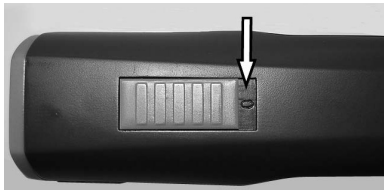

Fig. 4 Interrupteur posición DESCO. ("0")
1. Examine los contactos de la esquiladora (1) y de la batería (2) a cuerpos extraños y ensuciamientos.
2. Asegurese que el interruptor de la esquiladora está en posición DESCO ("0") (fig. 4).
3. Inserte la batería (2) en la esquiladora (3) hasta que el enclavamiento de batería (1) enclava de los dos lados.
4. Meta la esquiladora con la batería (1) o batería de reserva (2) insertada sin fuerza de arriba en la concavidad de carga prevista.
6. La batería carga. Durante la carga, el piloto de control (3) es encendido rojo. Una vez que la batería se ha cargado un 90%, la luz testigo cambia a verde y el cargador conmuta a "carga de mantenimiento".
7. Tenga el cargador a una mano y retire la esquiladora (1) o la batería (2) por la otra mano.
1. Meta el interruptor a la posición DESCO "0" (fig. 4).
2. Apriete el enclavamiento de batería (2) de los dos lados hacia el interior y retire la batería (1) de la esquiladora.